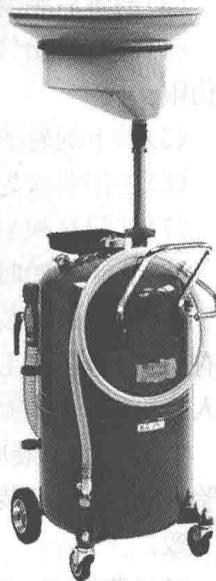

图 1-3 废机油回收桶
(1) 工作前应检查所使用工具是否完整无损，施工中工具必须整齐，不得随地乱放，工作完后应将工具清点检查并擦干净，按要求放入工具车或工具箱内。
(2) 拆装零部件时，必须使用合适工具或专用工具，不得大力蛮干，不得用锤子直接敲击零件，所有零件拆卸后要按一定顺序整齐安放，不得随地堆放。拆装车辆做到油、水、零件不落地，保持零件、工具、场地的清洁。
(3) 如图 1-3 所示，废油应倒入指定的废油桶收集，不得随地倒泼或倒入排水沟内，防止废油污染。
(4) 修理作业时应注意保护汽车漆面，必要时对地毯及座位要使用保护垫布、座位套，以保持送修车辆的整洁。
(5) 在车上修理作业及用汽油清洗零件时，不得吸烟；不准在送修汽车旁烘烤零件或点燃喷灯等。
(6) 用千斤顶进行底盘作业时，必须选择平坦、坚实场地并用三角木将前后轮塞稳，然后用搁车凳将车辆支撑稳固，严禁单纯用千斤顶